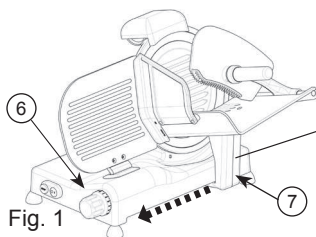

Fig. 1
• Togliere la spina dalla presa di corrente. • Pulire accuratamente la parte di lama da affilare. • Ripristinare la presa di corrente. • Posizionare la paratia mobile (2) alla massima distanza dalla lama (3) ruotando la manopola graduata (6). • Applicare il gruppo affilatoio (10) sulla paratia mobile (2) come indicato in Fig.1 bloccandolo sulla stessa mediante il pomolo (23). • Premere l'interruttore d'avviamento motore (5) in modo da attivare l'affilatura automatica. Se è necessario ruotare la manopola graduata (6) fintanto che la mola affratrice ruoti assieme alla lama. • Lasciare affilare automaticamente la lama per circa 1 minuto, quindi procedere premendo il bottone di pressione della mola controbava (27) per circa 2 o 3 secondi; contemporaneamente al rilascio del bottone spegnere il motore. • Effettuata l'affilatura togliere l'affilatoio (10) dalla paratia mobile (2) e reinserire lo stesso nell'alloggiamento originario. • Dopo più affilature pulire la mola affratrice da eventuali residui con alcool servendosi di uno spazzolino.
- *Make sure that the graduated knob (6) is in position "0" - Fig. 1 (the system operates only if the graduated knob is in position "0").*